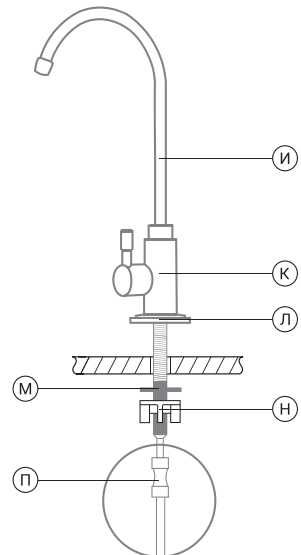

Рис. 5
2. Произведите монтаж крана (рис. 5) в следующей последовательности:
4. Фитинг 1/4" вместе с установленной в него трубкой подключите к штоку крана чистой воды (См. раздел подключение фильтра и (рис. 5)).